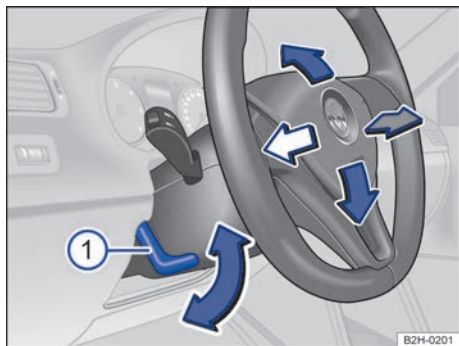

Fig. 46 Ajuste mecánico de la posición del volante.
- Tire hacia abajo de la palanca → fig. 46 ①.